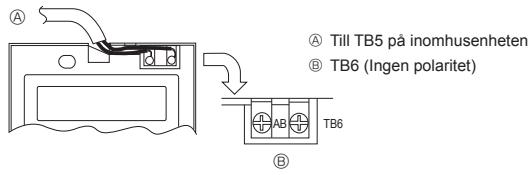

Fig. 6-5
- ## 2) Anslutningsprocedur (Fig. 6-5)